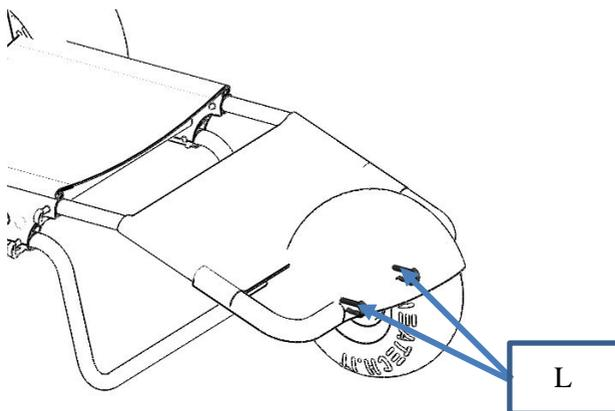

Figura 27
Para a substituição do conjunto de rodinha, desapertar completamente os dois parafusos (L) indicados no Figura 27 usando uma chave de parafusos Allen de 5mm, alargar os dois tubos e puxar a roda.